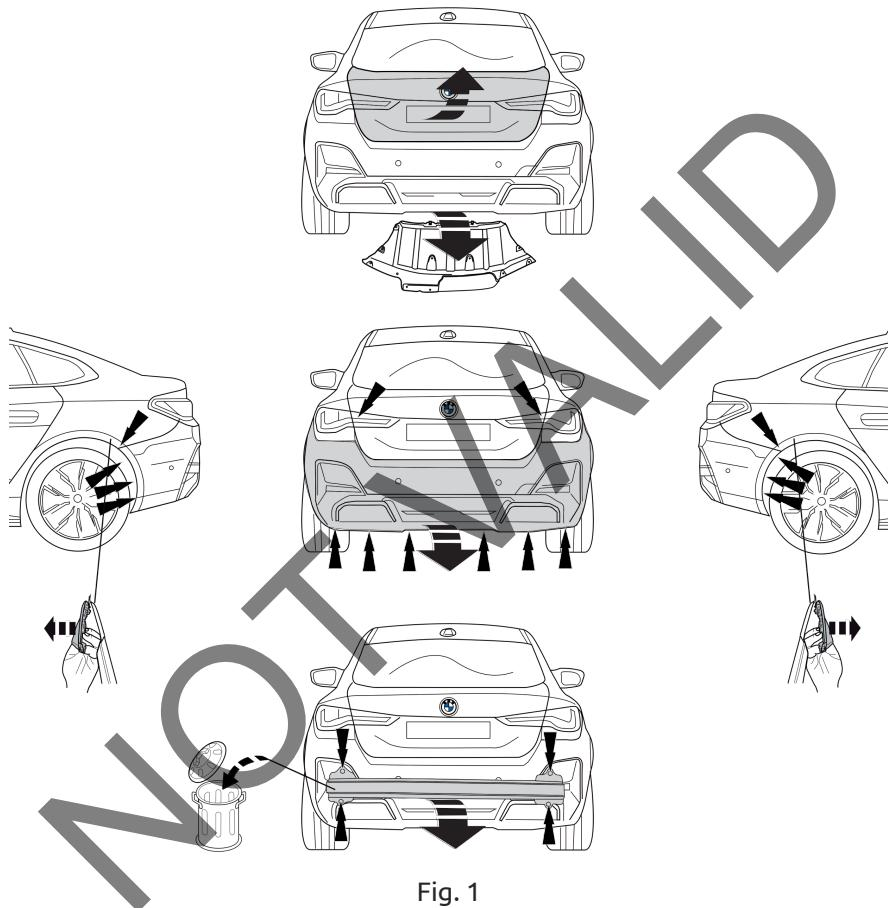

Fig. 1
- Снять пластмассовые защитные колпаки. Снять бампер вместе со буферным бруском автомобиля. Буферный брус больше не понадобится. См. рисунок 1.